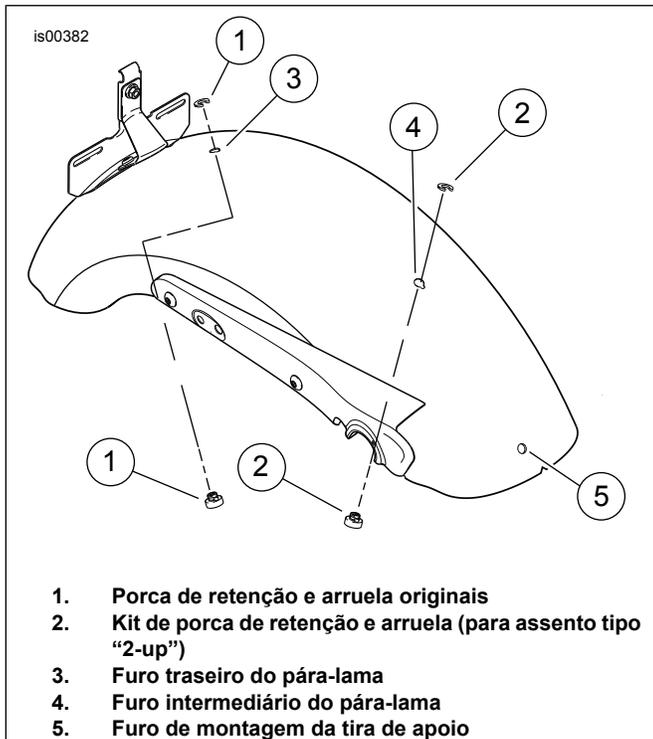
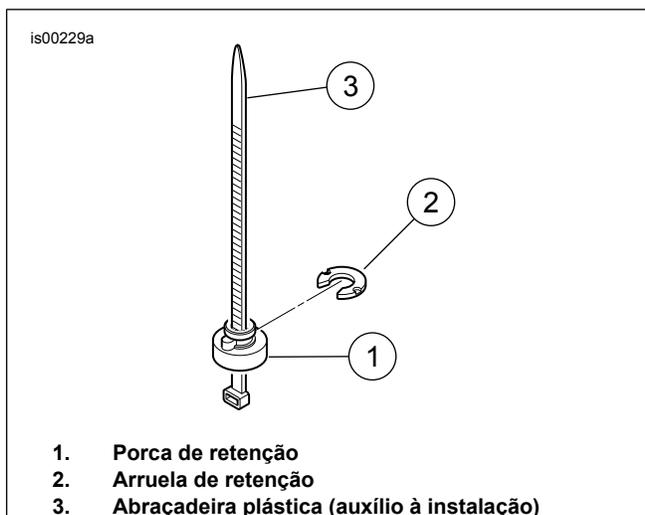

Figura 2. Localização da porca de retenção
Figura 3. Instalação da porca de retenção
2. Veja a Figura 2. Remova a tampa plástica do furo da extremidade traseira do pára-lama (3).
4. Veja a Figura 3. Uma abraçadeira plástica pode ser usada para ajudar na remoção e na reinstalação da porca e da arruela de retenção. Coloque a porca de retenção (1) sobre a abraçadeira plástica (3) para que a extremidade larga da porca permaneça no olho da abraçadeira. Rosqueie a abraçadeira debaixo do pára-lama e através do furo da extremidade traseira do pára-lama. Puxe a abraçadeira para manter a porca bem apertada contra a parte inferior do pára-lama.
5. Com a nervura da porca de retenção assentada na ranhura do furo do pára-lama, deslize a arruela de retenção (2) no lugar a partir da parte traseira. Isto travará a porca de retenção no lugar. Remova a abraçadeira.
7. Instale o parafuso flangeado da parte interna do pára-lama no furo de montagem da tira de apoio no pára-lama (Figura 2, item 5). Fixe o parafuso com a porca de retenção plástica do assento.